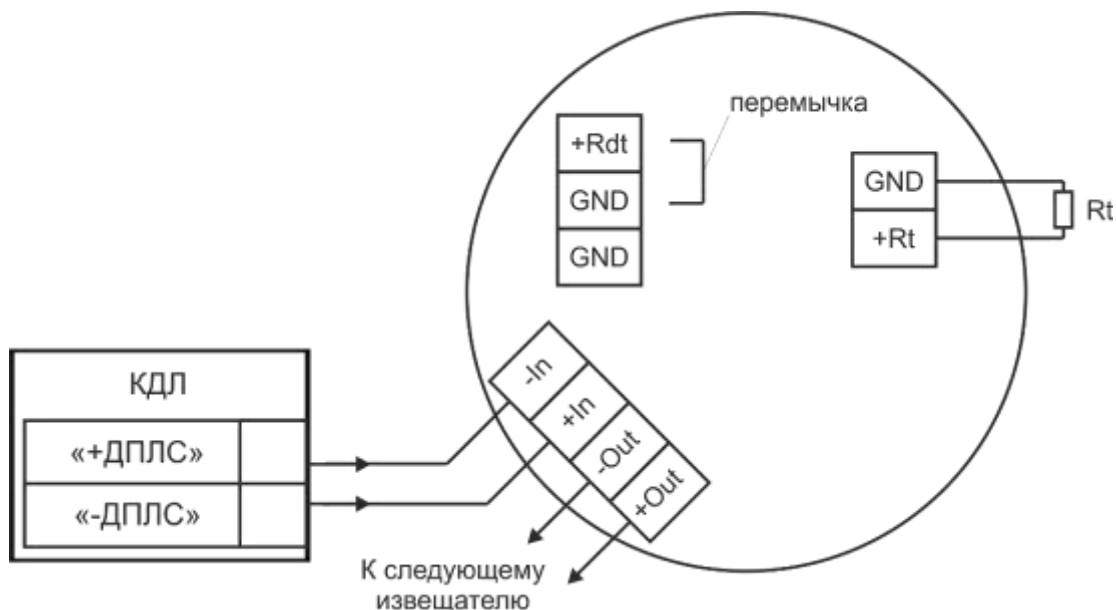

Рисунок 3 – Типовая схема включения извещателя в двухпроводную линию связи КДЛ
2.2.1 Выбор температурного класса извещателя производится установкой резистора R_t в клеммы GND и + R_t (см. таблицу 2, рисунок 3).
2.2.2 Установка дифференциального режима (R) осуществляется переключением (джампером) между контактами + R_{dt} и GND (см. таблицу 3, рисунок 3).
- резистора R_t в клеммы GND и + R_t (см. таблицу 2, рисунок 3);
- переключателя на контакты + R_{dt} и GND (см. таблицу 3, рисунок 3).
- осуществить монтаж соединительного кабеля в кабельном вводе и соединить проводники в соответствии со схемой подключения (см. рисунок 3).